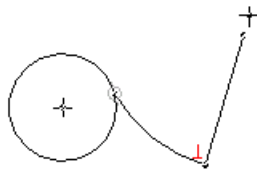

图 4.11.18 圆弧与直线垂直
- 如图 4.11.18 所示, 红色的  表示圆弧与直线垂直。